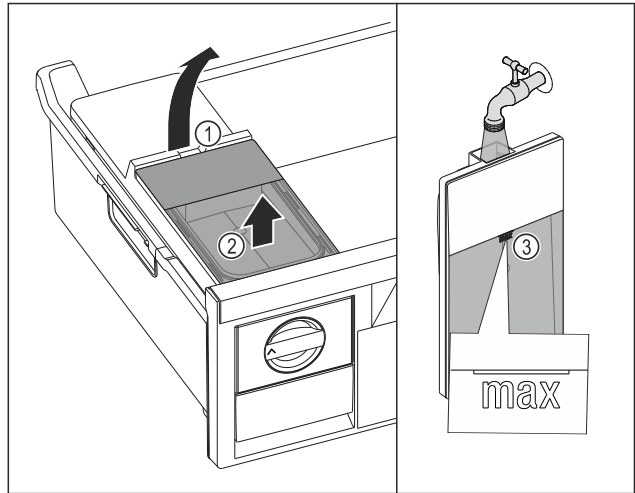

Fig. 91
- ▶ Поднимите бак для воды за выемку Fig. 91 (1).
- ▶ Извлеките бак для воды движением вверх Fig. 91 (2)
- ▶ Наполните бак для воды питьевой водой до отметки Fig. 91 (3).